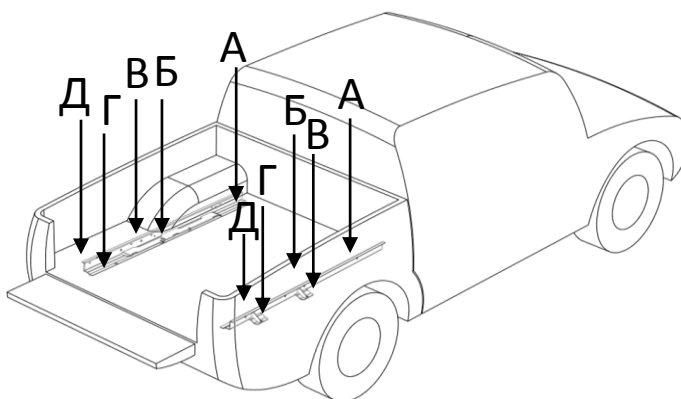

Рис.1
6. Задвинуть платформу по направляющим как показано на рисунке 2. При необходимости выровнять положение платформы относительно бортов и затянуть поочередно болты А, Б, В, Г и Д (рис.1), постепенно выдвигая платформу.